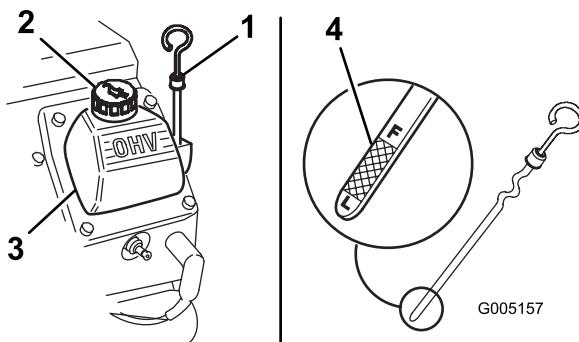

Figure 7
3. Nettoyez la surface autour de la jauge d'huile (Figure 7).
4. Sortez la jauge d'huile et essuyez soigneusement l'extrémité métallique (Figure 7).
5. Enfoncez la jauge complètement dans le tube (Figure 7).
7. Si le niveau est bas, nettoyez la surface autour du bouchon de remplissage et enlevez le bouchon (Figure 7).
8. Versez lentement une quantité d'huile suffisante dans le couvre-culasse pour amener le niveau au repère du plein (F).